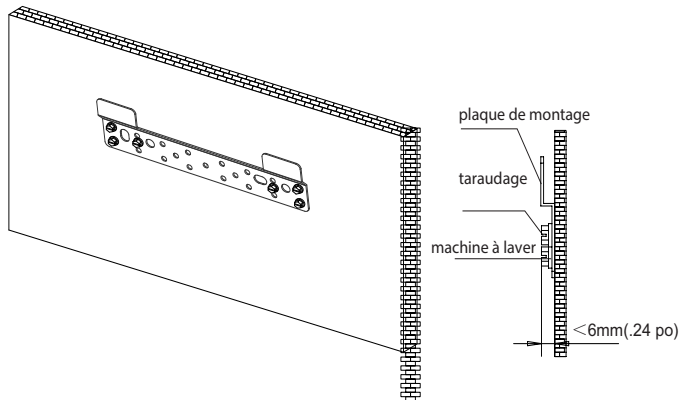

Fig. 9 — Ancrage des crochets
- Emplacement qui fournit les dégagements appropriés, comme indiqué à la fig. 9.
1. Les crochets de montage doivent être placés horizontalement et de niveau au mur. Tous les dégagements minimaux indiqués dans la figure 9 doivent être respectés.
2. Ancrez les crochets au mur aux emplacements spécifiés à l'aide des vis de montage (consultez la figure 9). Ancrez les crochets aux montants du mur.